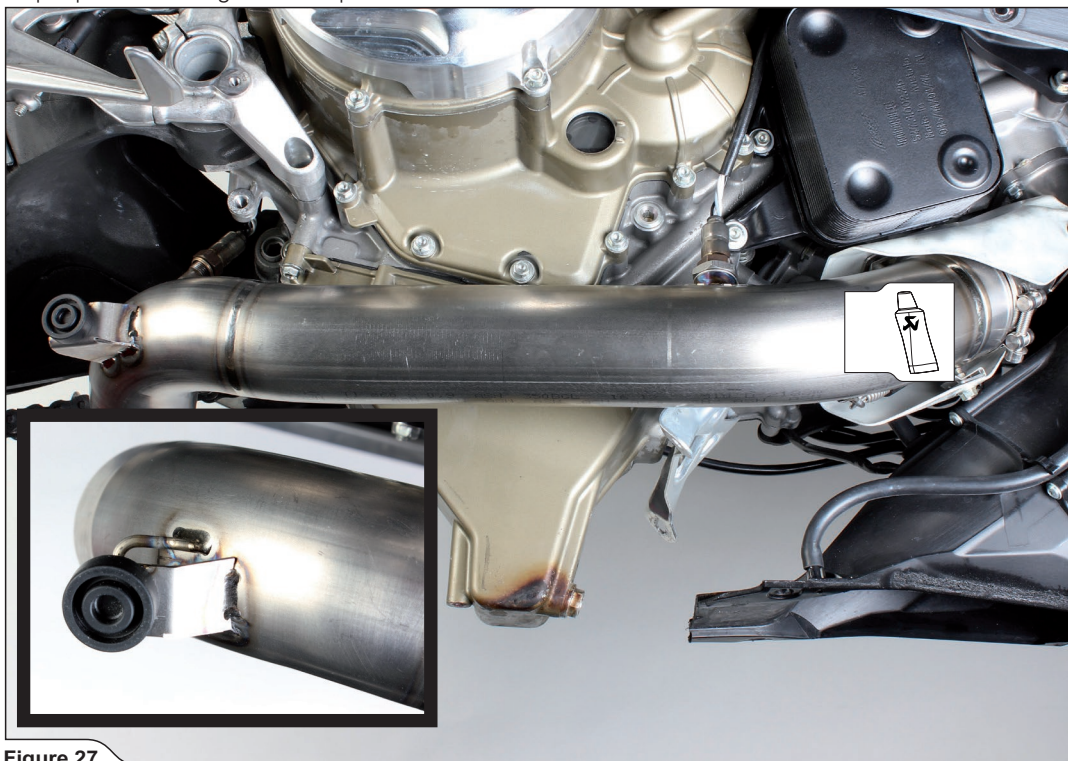

Figure 27
3. Trasferire il distanziale in gomma originale sul tubo di collegamento Akrapovič, far scorrere il tubo di collegamento anteriore sul collettore, attaccare la molla e serrare la sonda lambda (Figure 27, 28).
3. Transfer the stock rubber spacer onto the Akrapovič link pipe, slide the front link pipe onto the header, attach the spring and tighten the lambda sensor (Figure 27, 28).